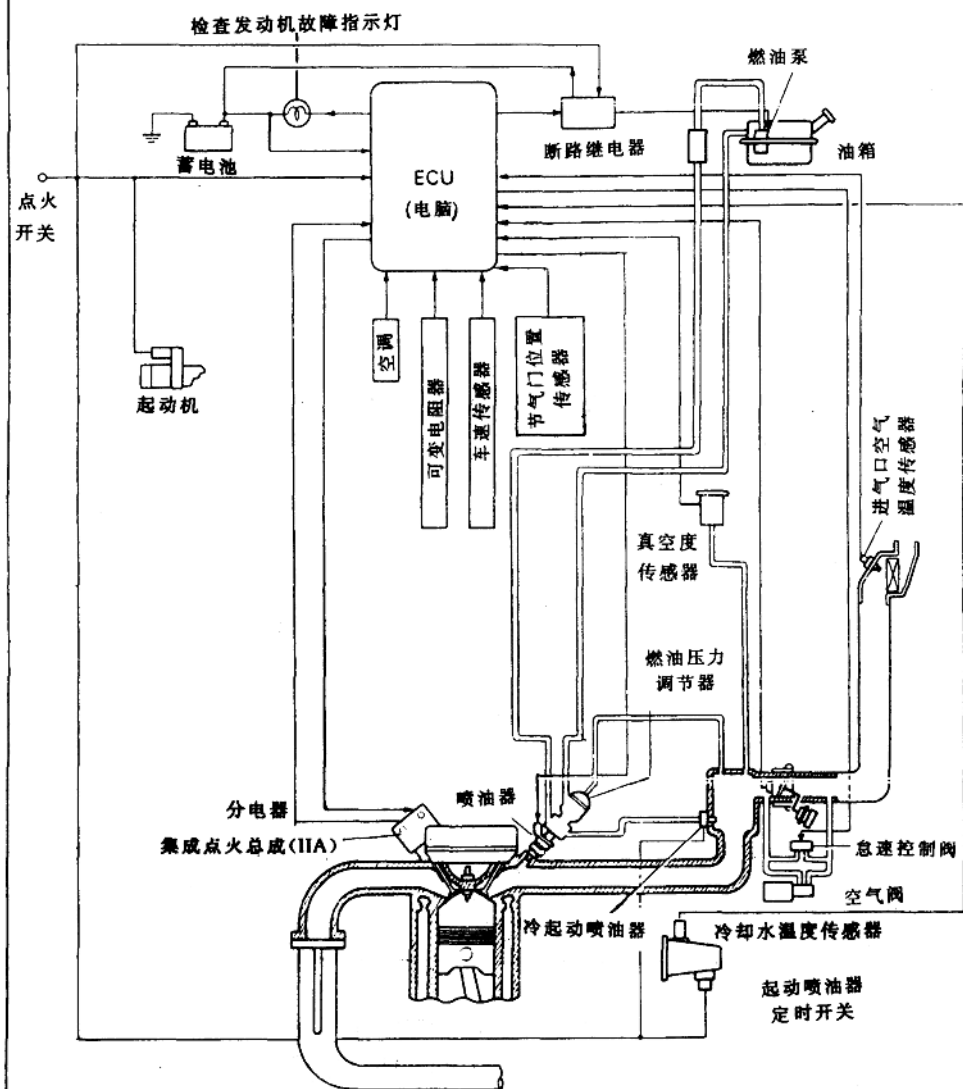

图 1-1
1. 4A-FE 型发动机适用于两轮驱动(2WD)、不装用排气再循环(EGR)装置, 见图 1-1 所示。